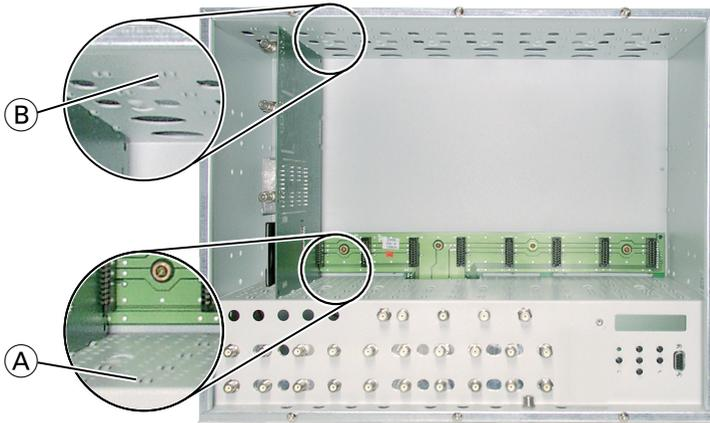

Abb. 3
- QPSK-QAM-Modul in die Führungsnuten ① und ② eines freien Steckplatzes (mit Kontaktleiste auf der Platine an der Rückwand) einsetzen (Abb. 3) und mit leichtem Druck soweit in die Kopfstation schieben, dass der Kontakt zur Platine an der Rückwand hergestellt ist.
- Modulverriegelung ① (Abb. 3) nach der Montage des QPSK-QAM-Moduls in Pfeilrichtung schließen.